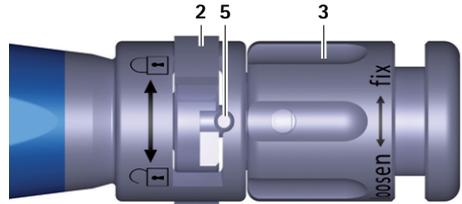

Fig. 4 Närbild av insättningsinstrumentet med fastspänt provimplantat/implantat
- Vrid vridmuttern 3 på insättningsinstrumentet A medurs (riktning "fix") tills provimplantatet är fastspänt, se Fig. 4.
- Vrid vridmuttern 3 på insättningsinstrumentet A medurs (riktning: "fix") tills implantatet är fastspänt, se Fig. 4.